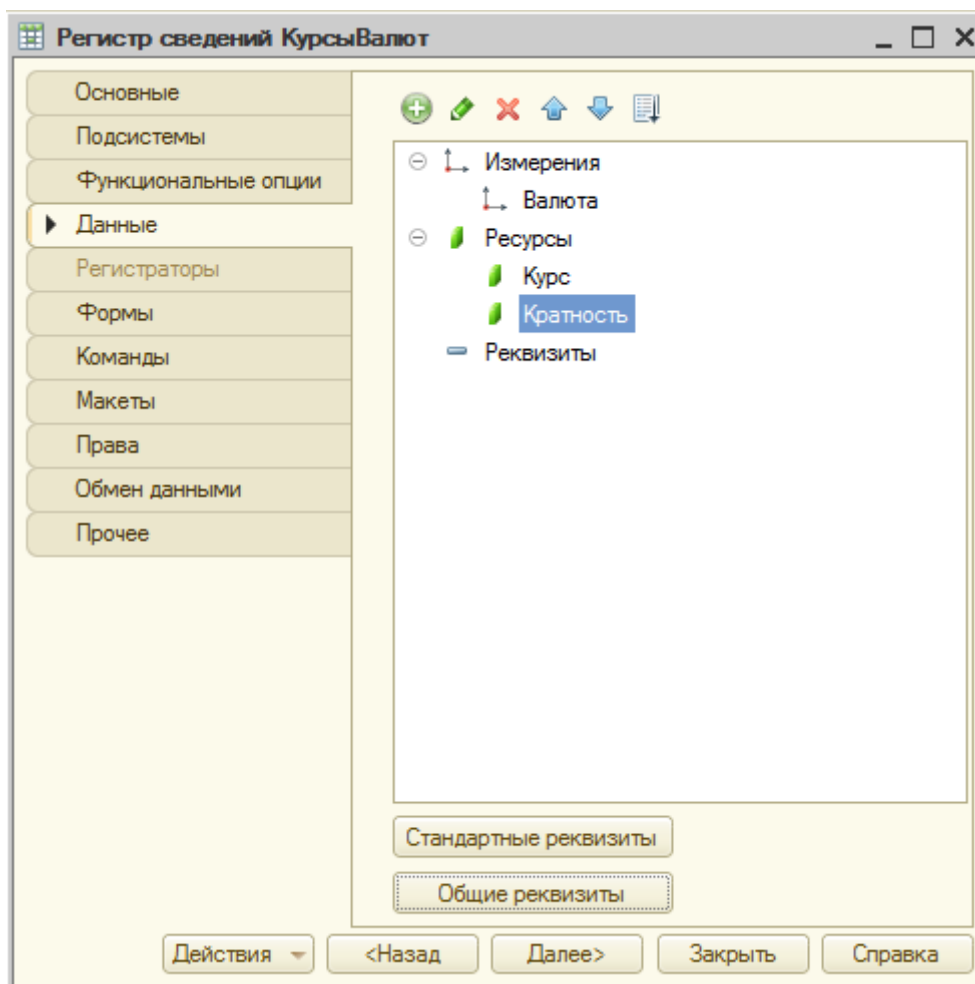

Рисунок 18.2- Настройка состава данных регистра сведений
4. На закладке **Данные** (рисунок 18.2) добавим следующее: